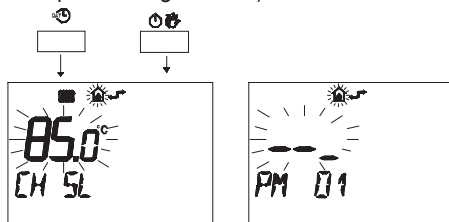

Figura 5.52
- Premere contemporaneamente i pulsanti e per entrare nella programmazione trasparente Figura 5.52).